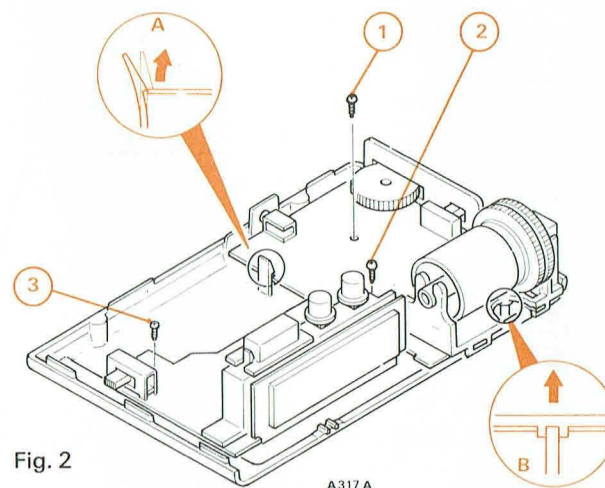
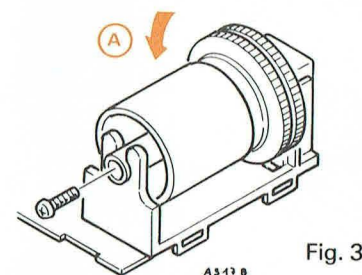

Fig. 2
Fig. 3
- 1 - Dévisser et enlever les quatre vis (1) situées sous l'appareil.
B. DÉMONTAGE DE LA PLATINE « ALIMENTATION-HORLOGE » (Fig. 2)
- 1 - Dévisser et enlever la vis de fixation (1).
C. DÉMONTAGE DE LA PLATINE « AMPLIFICATEUR HF-FI » (Fig. 2)
- 1 - Dévisser et retirer les deux vis (2) et (3).
D. DÉMONTAGE DU TAMBOUR SUPPORT-CADRAN (Fig. 3 et 4)
- 2 - Tourner le tambour dans le sens de la flèche A jusqu'en butée (Fig. 3).
- 3 - Dévisser et retirer la vis logée au fond de l'axe du tambour (Fig. 3).